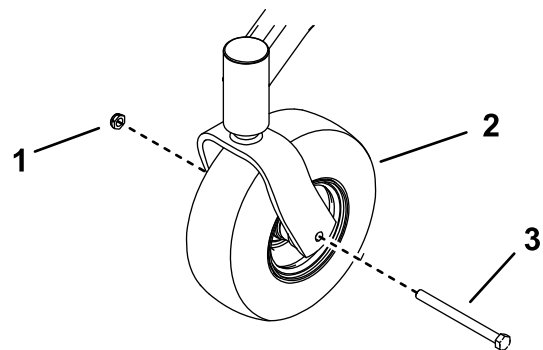

Figura 1
1. Retire la contratuerca y el perno que sujetan la rueda giratoria a la horquilla (Figura 1). Retire la rueda.
2. Instale la rueda giratoria neumática con el perno y la contratuerca (Figura 1). Asegúrese de que la válvula está orientada hacia fuera respecto a la máquina. Apriete el perno a 91–113 N·m (67–83 pies-libra).